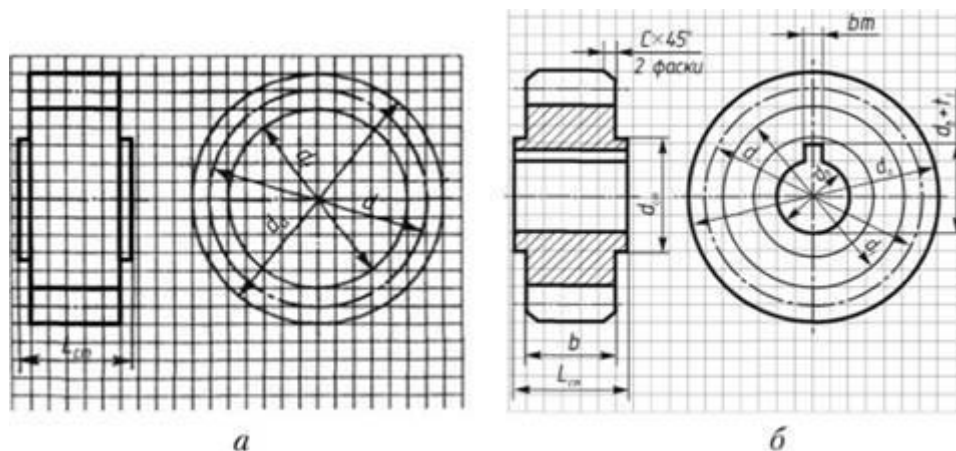

Рисунок 2 - Последовательность выполнения эскиза цилиндрического зубчатого колеса
Эскиз выполняют в соответствии с определенными размерами. Зарисовывают вид слева, проводя три концентрические окружности (рис. 2, а), диаметры которых в нашем примере $da = 210$ мм, $d = 204$ мм, $df = 196,4$ мм. Зарисовывают фронтальный разрез, определяя границы зубьев с помощью линий связи (рис. 2, а).
Зарисовывают на виде слева и разрезе отверстие для вала, шпоночный паз и другие конструктивные элементы. Затем обводят окружности вершин сплошной основной линией, делительную – штрихпунктирной, а впадин – сплошной тонкой линией (рис. 2, б). Заштриховывают разрез колеса, оставляя незаштрихованными зубья, на изображении которых проводят штрихпунктирные линии, соответствующие делительной окружности. Наносят размерные линии и размерные числа, обозначение шероховатости поверхностей, предельные отклонения формы и расположения поверхностей, заполняют таблицу параметров, записывают технические требования, заполняют основную надпись. Чертеж зубчатого колеса выполняют аналогично.
- 2. Выполнить рисунок 2,б в рабочей тетради, не пользуясь линейкой**